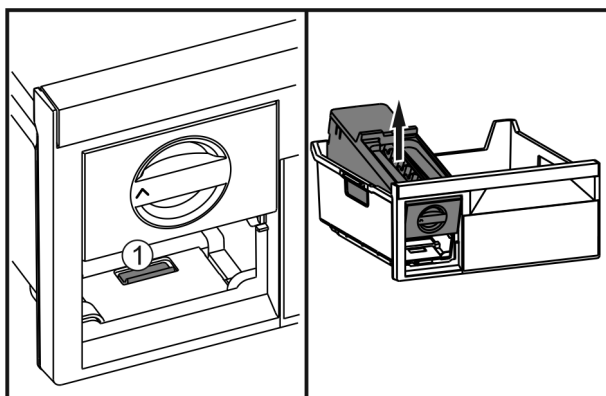

Fig. 59
- Stlačte západku Fig. 59 (1), EasyTwist-Ice zezadu zvedněte a vyjměte z mrazicí zásuvky.